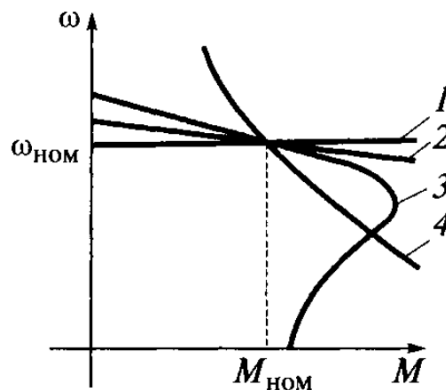

Рис.1. Механические характеристики электродвигателей
- 17 Механическая характеристика асинхронного двигателя приведена на рис.1 графиком
29 Механическая характеристика синхронного двигателя приведена на рис.1 графиком